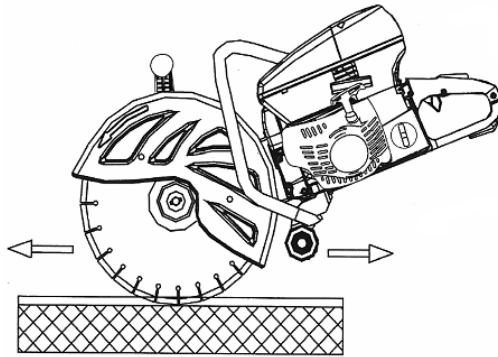

Bild 11
- För in arbetsstycket enligt bild 11.